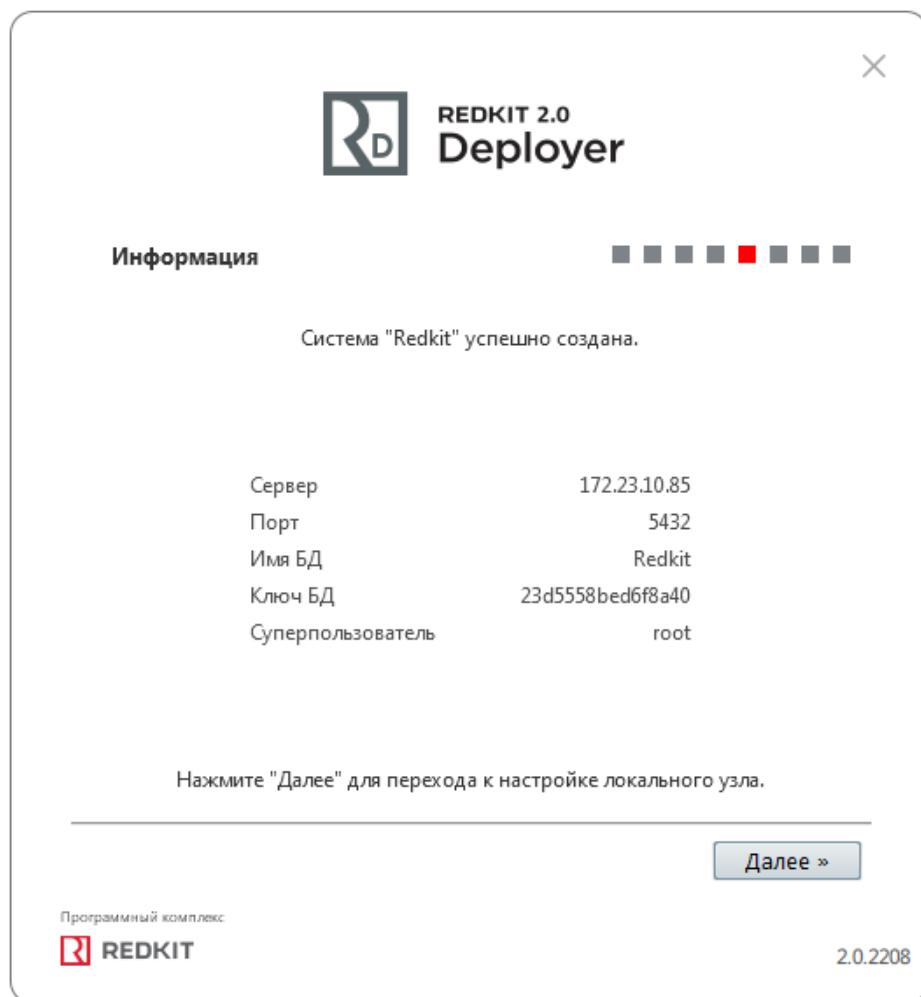

Рисунок 23 - Информация
14. Ознакомьтесь с информацией о созданной системе и нажмите **Далее** (Рисунок 23).